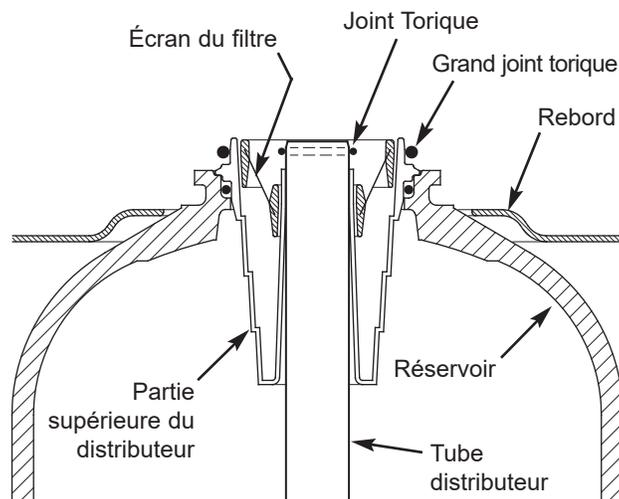

FIG. 28
7. Retirez le joint torique (voir la figure 28).
9. Utilisez de l'eau pour rincer l'ouverture supérieure du réservoir. Ensuite, remplacez la partie supérieure du distributeur et le joint torique. Assurez-vous de l'étanchéité du joint torique lors de l'installation. (Voir la figure 28).